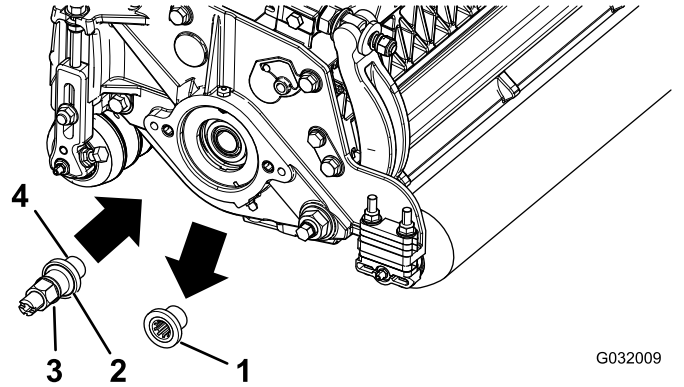

図 2
2. カッティングユニットについている後ローラブラシ駆動部用のねじ山付きインサート **図 2**を外して捨てる。
4. 駆動シャフトのねじ山 **図 2**にロックングコンパウンドを塗り、左または右用の駆動シャフトを取り付けてトルク締めする 115 128N·m 12 13kg·m = 85 95ft·lb。